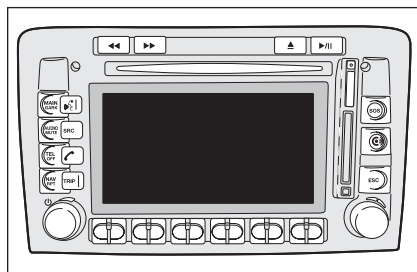

fig. 4
- ☐ avec Connet Nav+ **fig. 4**.